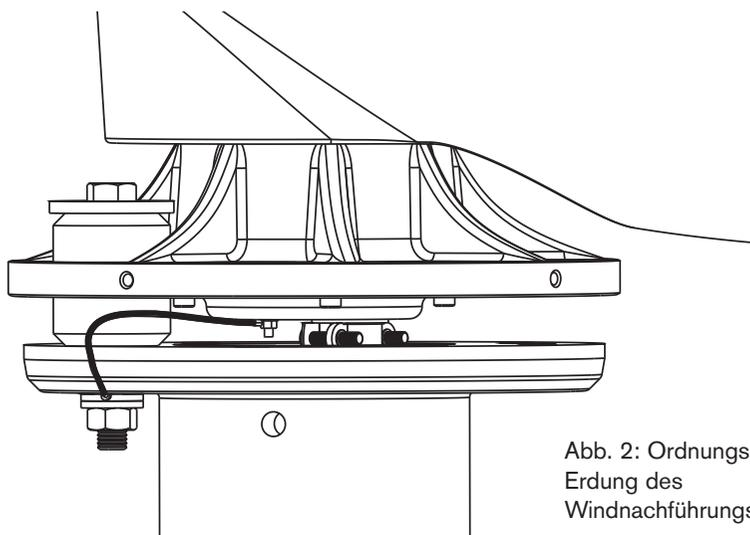

Abb. 2: Ordnungsgemäße Erdung des Windnachführungsanschlusses
- Verbinden Sie den Erdungsdraht der Turbine wie in **Abb. 2 dargestellt**. Die Turbine muss wie unten dargestellt am Mast geerdet werden.